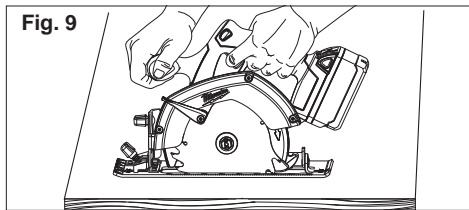

Fig. 9
- Cuando la zapata descansa contra la pieza, avance la sierra hacia la esquina más alejada (Fig. 9). Suelte el gatillo y deje que la cuchilla se detenga por completo antes de sacarla de la pieza. Repetir los pasos anteriores para cada lado de la abertura. Use una sierra alternativa, una sierra de perforación o una sierra de mano pequeña Sawzall® para rematar las esquinas si no se han cortado completamente.